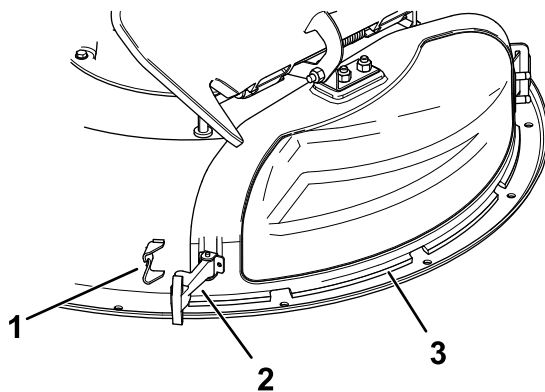

Figura 11
3. Eliberați elementul de fixare flexibil din opritorul acestuia de pe capacul de evacuare și pivotați capacul spre dreapta (Figura 11).
6. Fixai capacul de evacuare la punte prin prinderea elementului de fixare flexibil de pe capacul de evacuare în opritorul de pe punte (Figura 11).